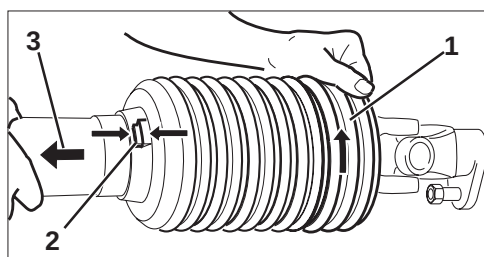

Fig. 5.3
- Vrid tratten (Fig. 5.3/1) till monteringsläget (Fig. 5.3/2).
- Dra av skyddsröret (Fig. 5.3/3).